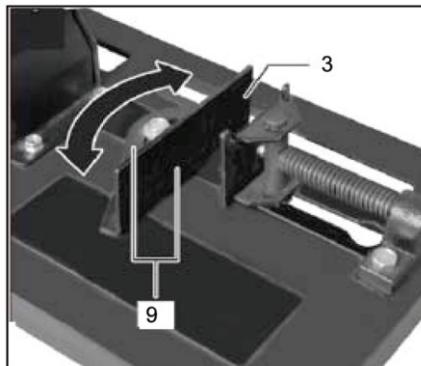

Рис.4
Для регулировки угла реза заготовки в горизонтальной плоскости ослабьте винты крепления (9) упора (3) (рис.4). Установите упор по шкале на необходимый угол реза и зафиксируйте болты упора. Упор регулируется на угол от 0⁰ до 45⁰.